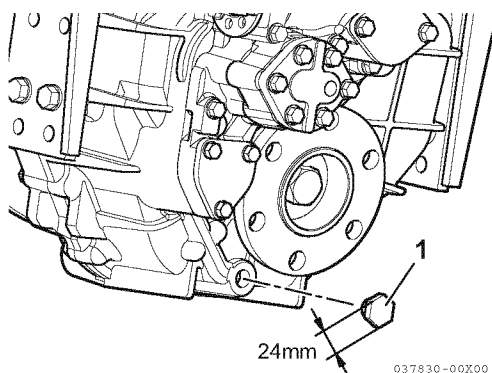

Figura 1
2. Quite el tapón de purga M16 (1, **Figura 1**) y el sello.